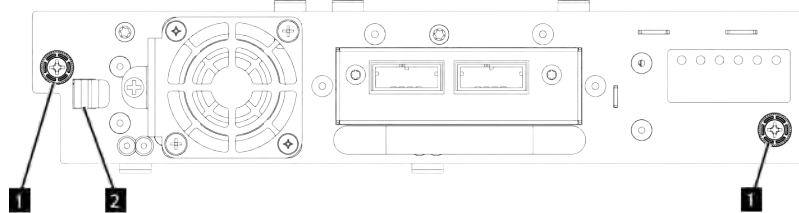

Figure 70. Déverrouillage de l'unité
- Desserrez les vis moletées captives bleues **(1)** dans Figure 70, à la page 170) de l'unité de bande. Appuyez sur le levier de verrouillage **(2)** Figure 70, à la page 170) vers la droite et tirez fermement sur la poignée de l'unité de bande tout en soutenant le bas de l'unité pour la retirer de la structure.